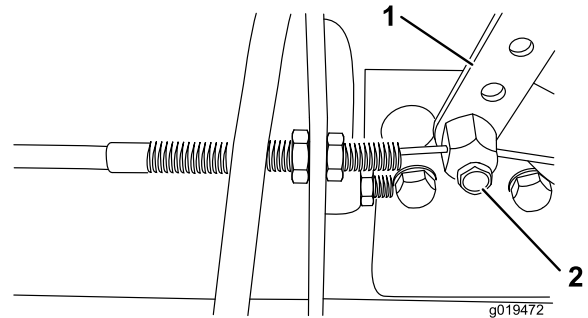

Figura 59
2. Afloje el conector del cable del acelerador en la palanca de la bomba de inyección (Figura 59).